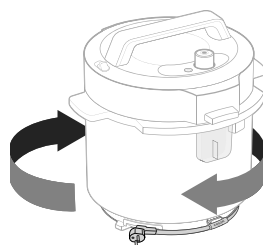

Figura 10.10
3. Enrolle el cable de alimentación en el sentido de las agujas del reloj alrededor de la base de la olla a presión y cuelgue el clip del cable de alimentación en el enganche del cable. **[Figura 10.10]**